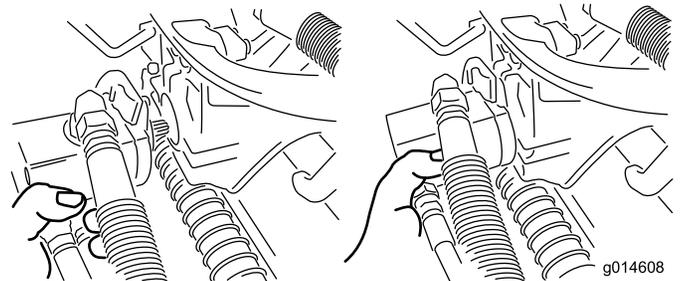

図 37
3. 外したモータは、サスペンション・アームの前部にある一時保管位置にセットしておく (図 37)。